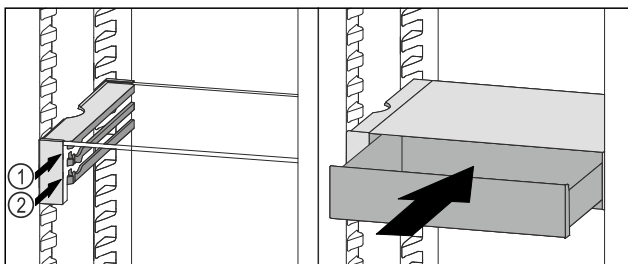

Fig. 70
- ▶ Установите выдвижной ящик VarioSafe за стопоры на требуемый выступ *Fig. 70 (1)* или *Fig. 70 (2)*.